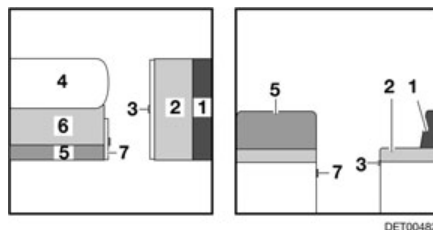

Fig. 132 Avant la transformation
- Agrandir la table (Fig. 132,4) et la transformer en sommier de lit (voir paragraphe 7.7).
- Tirer la poignée et ouvrir le portillon (Fig. 132,7).